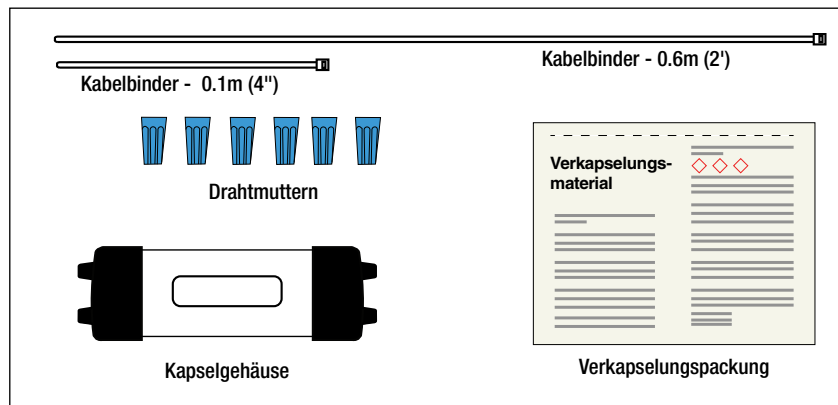

Abbildung 4. Kabeldichtungssatz
8. Verbinden Sie das Leitkabel der Sonde mit der Feldverdrahtung unter Verwendung des in Abbildung 4 gezeigten gekapselten Spleißsatzes.